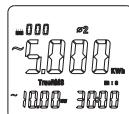

图13-1
- 4) 按SELECT键选择相位 $\phi 1$, $\phi 2$, $\phi 3$ 之一, 如图13-1, 显示器上显示相应相位的被测负载的当前功率, 当前统计时间以及当前累计电能。